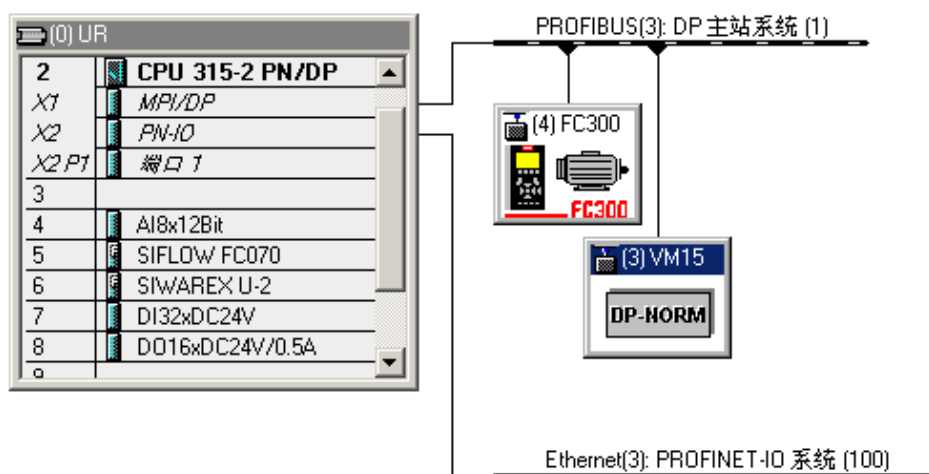

图 5：贵烟专线加香系统硬件组态图
2、贵烟专线加香系统硬件组态图：详见图 5：贵烟专线加香系统硬件组态图